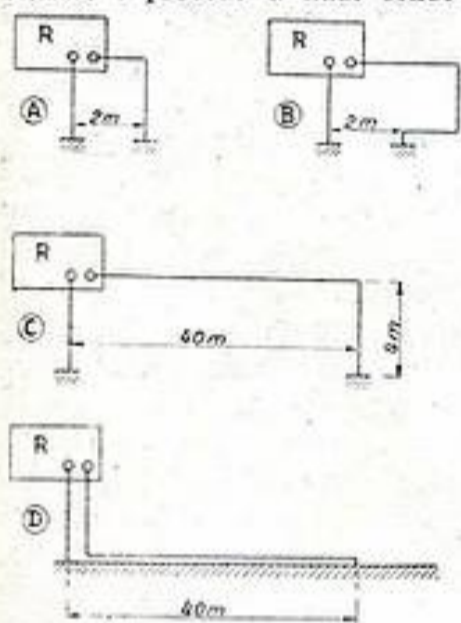

FIG. 1
**Première démonstration :** Reportons-nous à la figure 1. En A, un récepteur de mesure R est attaqué par un collecteur d'ondes de sol constitué par deux bases (ou prises de terre) distantes de 2 m. La longueur des fils du collecteur est de l'ordre de 5 m. La réception d'un émetteur donné provoque une déviation de 100.